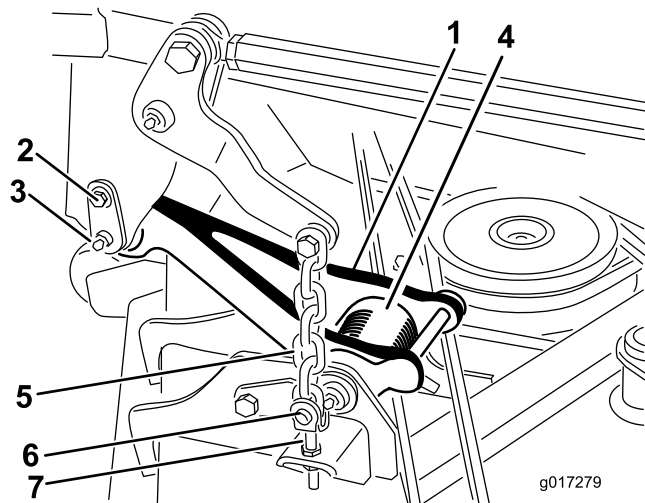

図 1
- B. リテーナピンをキャリアフレームに接続しているショルダ付きねじを外す 図 1。
- C. キャリアフレームとプルリンクから、リテーナピンを注意深く抜き取る 図 1。
- A. 以下の手順で、車両両側のプルリンクを外す 図 1
10. デッキの昇降チェーンをカッティングデッキの調整クレビスに固定しているリングピン4本とクレビスピンを取り外す 図 1。